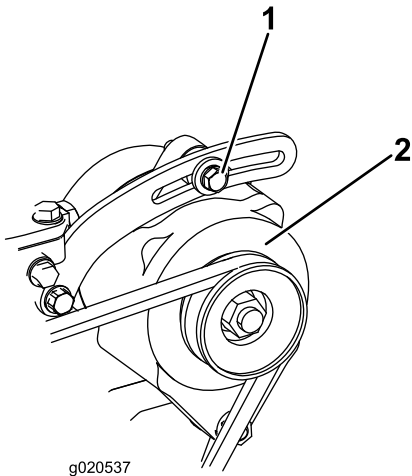

Bild 73
2. Lockern Sie bei einer Durchbiegung von mehr oder weniger als 10 mm die Befestigungsschrauben der Lichtmaschine (Bild 73). Erhöhen oder reduzieren Sie die Spannung des Lichtmaschinen-Treibriemens und ziehen Sie die Schrauben wieder fest. Prüfen Sie die Riemenspannung noch einmal auf korrekte Einstellung.